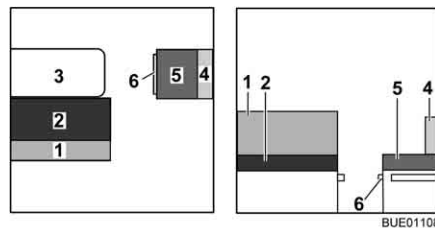
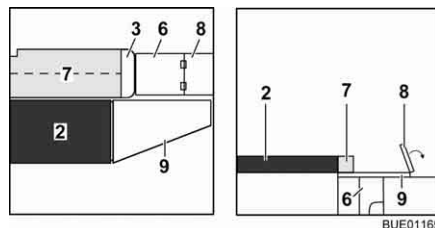

Fig. 135 Avant la transformation
Fig. 136 Pendant la transformation
- Convertir la table (Fig. 135,3) en sommier de lit (voir paragraphe 6.11).
- Enlever le coussin de dossier (Fig. 135,1) et le placer de côté.
- ▷ Suivant le modèle, il est possible d'utiliser le coussin de dossier (Fig. 135,1) à la place du coussin supplémentaire (Fig. 136,7).
- Enlever et mettre de côté le coussin de dossier (Fig. 135,4) et le coussin d'assise (Fig. 135,5).
- Faire ressortir la rallonge du coffre de banquette (Fig. 136,6).
- Rabattre vers l'extérieur la rallonge du plateau d'assise (Fig. 136,8).
- Relever le coussin supplémentaire (Fig. 136,7) et le placer sur la table.
- Accrocher la rallonge latérale de lit (Fig. 136,9) dans les supports sur les banquettes.